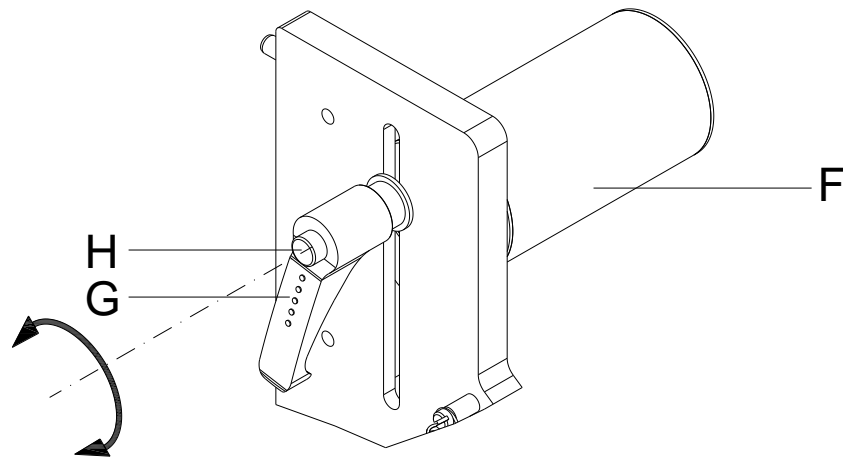

Figura 6
1. Dopo aver caricato con il materiale delle etichette, attivare la stampa di prova con il tasto , oppure attivare la misurazione, per rilevare esattamente la posizione esatta dell'inizio etichette. Confermare la stampa di prova tante volte, fino a quando un'etichetta si trova sopra il bordo di dispensazione (C) del modulo di dispensazione.
2. Impostare la posizione di dispensazione in modo tale che sia garantito il distacco regolare dell'etichetta dal supporto di etichetta (B).
3. Staccare la puleggia, muovendo la leva di serraggio (G, Figura 6) in senso antiorario e spostarla lentamente verso il basso.
4. Tendere contemporaneamente il supporto di etichetta (B), ruotando il dispositivo di avvolgimento interno (A). Ripetere più volte questo procedimento, fino a che l'etichetta da emettere si stacca dal supporto di etichetta (B) e fuoriesce per circa 5 mm sopra il bordo di dispensazione (C).